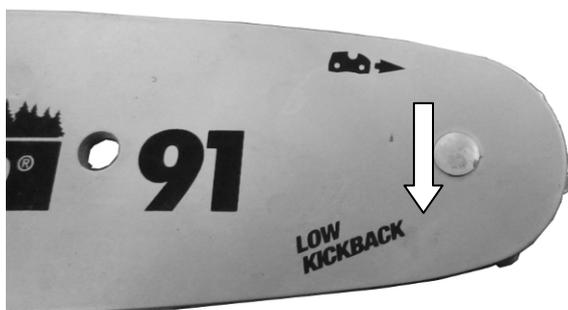

Fig.48
- Lubrifier le pignon avec de la graisse pour roulements. (Fig.48)